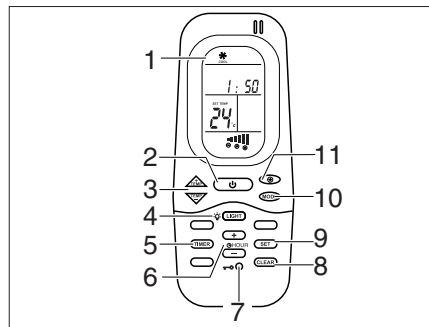
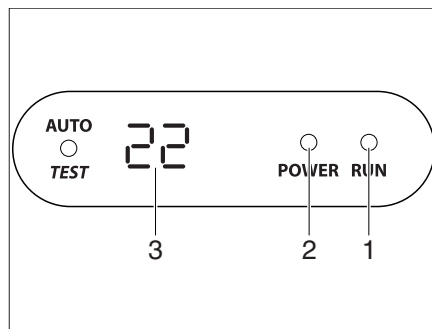

Bild 117 Fjärrstyrning
Bild 118 Display på diffusorn
Klimatanläggningen är monterad på fordonets tak. Fjärrstyrningen (Bild 117) för klimatanläggningen finns i köket.
- Anslut fordonet till 230 V-försörjningen. Klimatanläggningen är driftklar. Lysdioden (Bild 118,2) på diffusorns display lyser röd.
- Tryck på På-/Avslagningsknappen (Bild 117,2) på fjärrstyrningen för att starta. Lysdioden (Bild 118,1) lyser grön när klimatanläggningen arbetar med kylning. Lysdioden (Bild 118,1) lyser röd när klimatanläggningen arbetar med uppvärmning.
- Ställ in önskat driftläge med knappen MODE (Bild 117,10).
- Ställ vid behov in önskat fläktsteg med knappen (Bild 117,11) och rumstemperaturen med knapparna (Bild 117,3).
- Tryck på På-/Avslagningsknappen (Bild 117,2) på fjärrstyrningen för avslagning.
- Starta med På-/Avslagningsknappen (Bild 117,2) på fjärrstyrningen för att programmera klimatanläggningen.
- Tryck på knappen TIMER (Bild 117,5). ON-indikeringen för starttiden aktiveras.
- Ställ klockan med knapparna TEMP (+/-) (Bild 117,3).
- Tryck på knappen TIMER (Bild 117,5) igen. OFF-indikeringen för starttiden aktiveras.
- Tryck på knappen TIMER (Bild 117,5) igen.
- Tryck på knappen SET (Bild 117,9) i slutet av inställningen.
- Tryck på knappen CLEAR (Bild 117,8) för att radera timer-programmeringen.